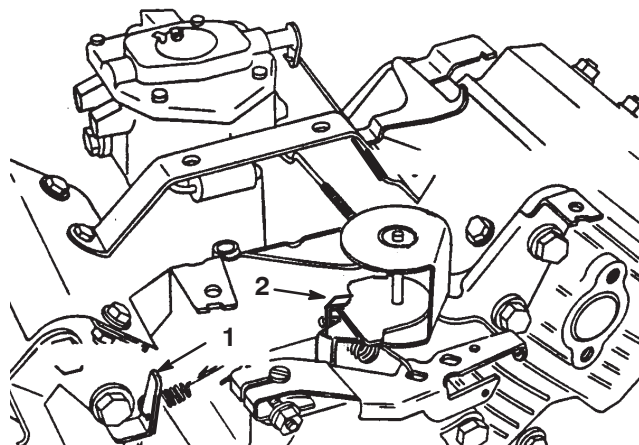

Bild 46
3. Biegen Sie den Anker-Federmitnehmer (Bild 46), um eine Leerlaufgeschwindigkeit von 1625 ± 50 U/min zu erzielen. Prüfen Sie die Motordrehzahl mit einem Drehzahlmesser.
5. Stellen Sie den Gasbedienungshebel auf „Schnell“. Biegen Sie den Anker-Federmitnehmer (Bild 46), um eine Vollgasdrehzahl von 2850 ± 50 U/min zu realisieren.